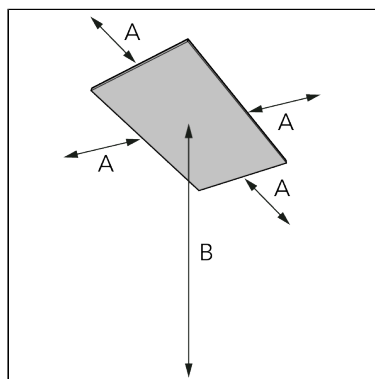

Figure 89.
2. Placez l'appareil en respectant une distance minimale (Figure 89) de :